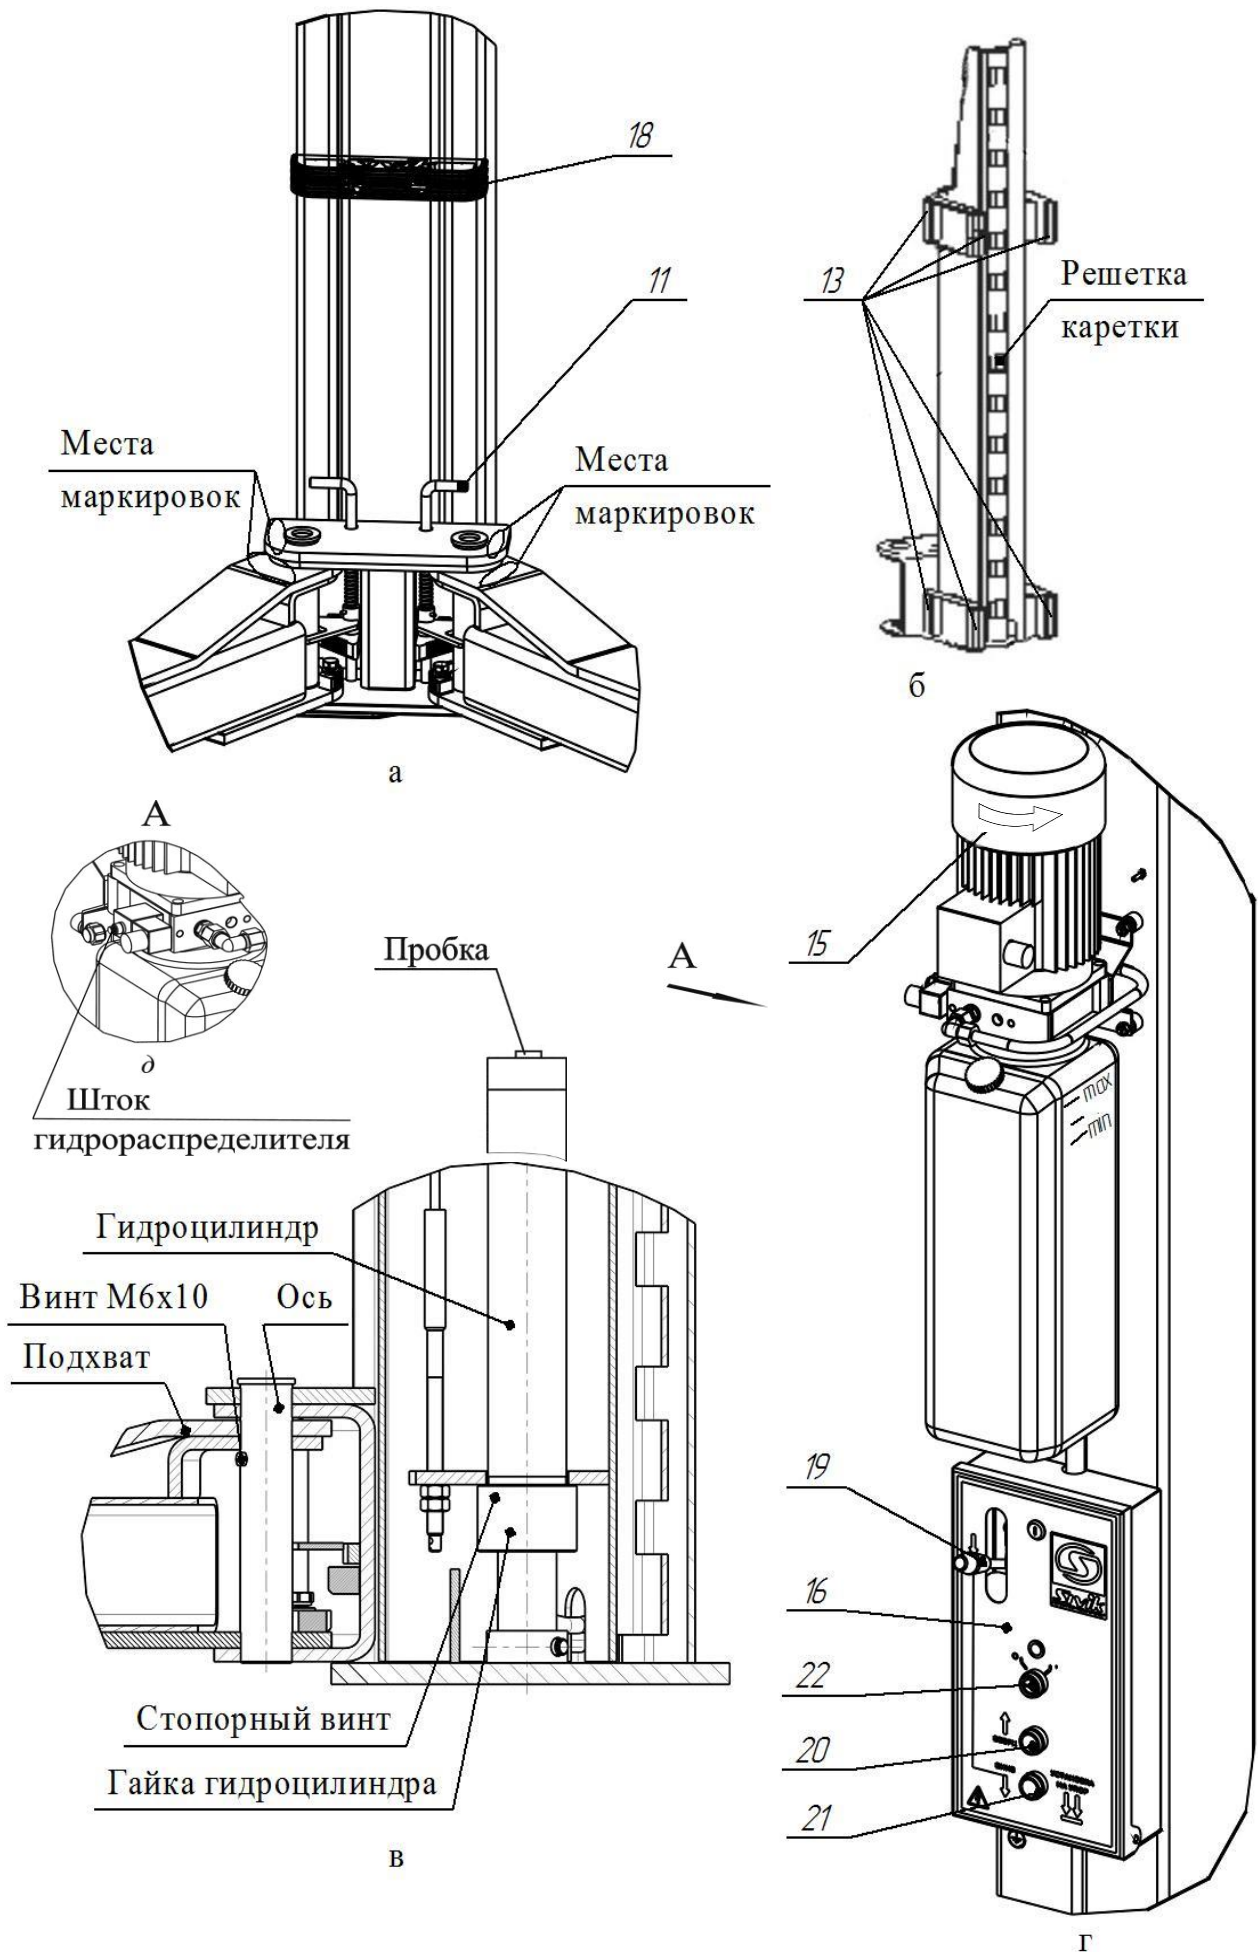

Рисунок 2 – Виды подъёмника
Подъемник (см. рисунок 1) состоит из двух стоек коробчатого сечения - правой 1 и левой 2 с надставками 17 на каждой, соединенных между собой перекладиной 3. В стойках размещены каретки 4 с закрепленными на них поворотными телескопическими подхватами 5 и 6 разной длины. На концах подхватов 5, 6 установлены опоры 7, втулки резьбовые 8, втулки 9, 10, фиксируемые болтом М8х16. Подхваты фиксируются стопорными устройствами 11 (см. рисунок 2а), автоматически срабатывающими при подъеме автомобиля. При опускании кареток 4 в крайнее нижнее положение происходит автоматическое расстопорение подхватов 5 и 6. Каретки 4 приводятся в движение гидравлическими цилиндрами, установленными внутри стоек. Подъемник снабжен системой 12 тросовой синхронизации движения кареток 4.
Каждая каретка 4 (см. рисунок 2б) снабжена полиамидными ползунами 13, скользящими по беговым дорожкам стоек 1 и 2. Каретки фиксируются на требуемой высоте стопорами-защелками 14 (см. рисунок 1), закрепленными на стойках 1,2 и входящими в зацепление с решетками на каретках 4.
На правой стойке (см. рисунок 2г) размещена насосная станция 15 с пультом управления 16. Внутри насосной станции 15 находится клапан предохранительный, предотвращающий перегрузку в гидросистеме. Клапан предохранительный настроен на заданное давление и опломбирован.
Для предотвращения повреждения дверей автомобиля (при открывании) на каретки 4 установлены накладки 18, фиксируемые винтами М8х30, шайбами 8Г и шайбами 8 (см. рисунок 1 и рисунок 2а).
Управление подъемником осуществляется рычагом 19 (см. рисунок 2г) и двумя кнопками 20 и 21, установленными в пульте управления 16. Рычагом 19 осуществляется расстопорение кареток 4, а кнопками 20 и 21, подъем (кнопка 20) и опускание (кнопка 21) кареток 4.
**ВНИМАНИЕ!** Перед сборкой проверить затяжку гаек гидроцилиндров и стопорных винтов (см. рисунок 2в).
Для того чтобы проверить срабатывание упругой тяги 31, необходимо одному человеку прижать рукой защелку 14 к стойке 2, а другому повернуть рычаг 19 (см. рисунок 2г) вниз. Упругая тяга 31 должна вытянуться на полный ход штока 30.
При повороте рычага 19 вниз (см. рисунок 2г), защелка на левой стойке должна отвестись, так же как отвелась защелка на правой стойке. При повороте рычага 19 вверх (рычаг 19 должен удерживаться в верхнем положении пружиной), защелки на левой и правой стойке должны вернуться в исходное положение. Регулировка проводится выборкой слабины тросика 23 и обжатием петли от вытягивания зажимом 29.
6.9 Открутить пробку бака насосной станции 15 и залить масло (около 12 л) до верхней метки «МАХ» (см. рисунок 2г). Уровень масла контролировать визуально. Установить пробку бака на место.
- кратковременным нажатием на кнопку 20 (двигатель должен работать, вращение крыльчатки по стрелке на кожухе эл. двигателя, а из бака должно убывать масло, см. рисунок 2г).
- отвернуть пробки у каждого гидроцилиндра на один оборот (см. рисунок 2в)
6.13 Подхваты 5, 6 установить согласно маркировки как представлена на рисунке 2а и зафиксировать осями к кареткам 4 стоек (см. рисунок 2в). Оси фиксировать винтами М6х10. Допускается разновысотность подхватов до 10 мм. Убедитесь, что подхваты фиксируются стопорными устройствами 11.